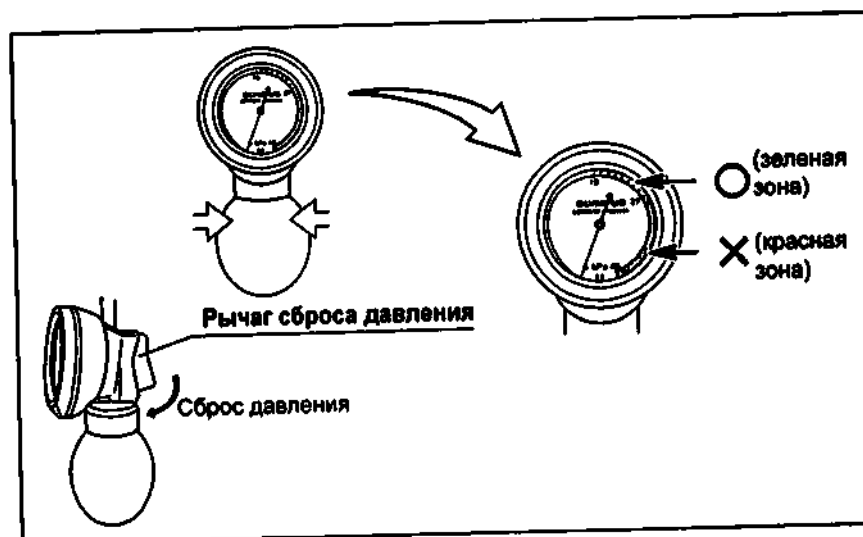

Рисунок 7.8
- Погружать в жидкость следует только трубку пробника для проверки утечек и адаптер (см. рис. 7.8). При погружении в жидкость других частей пробника для проверки утечек они могут быть повреждены.
- Испытательное давление не должно превышать 27 кПа (т. е. указатель должен оставаться в «зеленой зоне» дисплея манометра). Если давление возрастает настолько, что указатель перемещается в «красную зону», эндоскоп может быть поврежден (см. рис. 7.8). В этом случае нажмите рычаг сброса давления, чтобы выпустить воздух.
4. Убедитесь в том, что рычаг сброса давления закрыт (см. рис. 7.8).
5. Сжимайте ручную помпу до тех пор, пока давление на дисплее манометра не достигнет значения между 19 и 27 кПа. Указатель давления должен оставаться в пределах «зеленой зоны» на дисплее манометра (см. рис. 7.8). Для обнаружения слабой утечки увеличьте давление до значения, близкого к 27 кПа. После увеличения давления стабилизация указателя занимает несколько секунд. Считывание давления следует выполнять после стабилизации положения указателя.
8. Нажмите рычаг сброса давления, чтобы выпустить воздух (см. рис. 7.8).